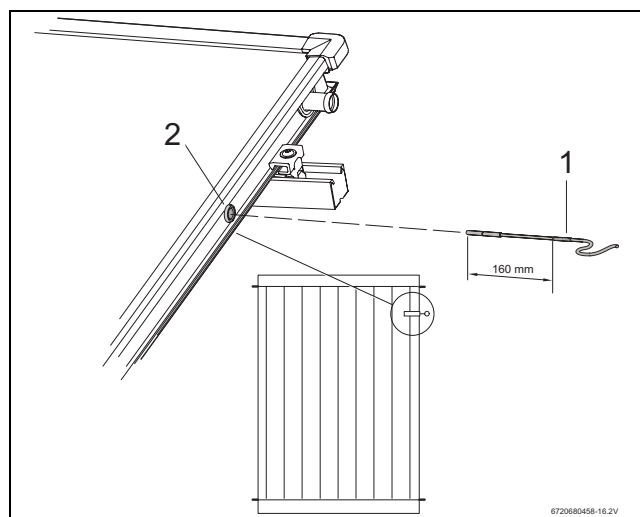

Fig. 46 Deslizar la sonda en el captador
Para que la instalación solar funcione correctamente es necesario deslizar la sonda del captador (Fig. 46, [1]) hasta el tope (corresponde a aprox. 160 mm) en el tubo guía de la sonda.
- Perfore con la sonda del captador o con un destornillador la capa de impermeabilización del paso de la sonda (Fig. 46, [2]).
Si ha perforado el paso de la sonda (Fig. 46, [2]) del captador equivocado, puede volver a impermeabilizarlo con el tapón incluido en el juego de conexión.